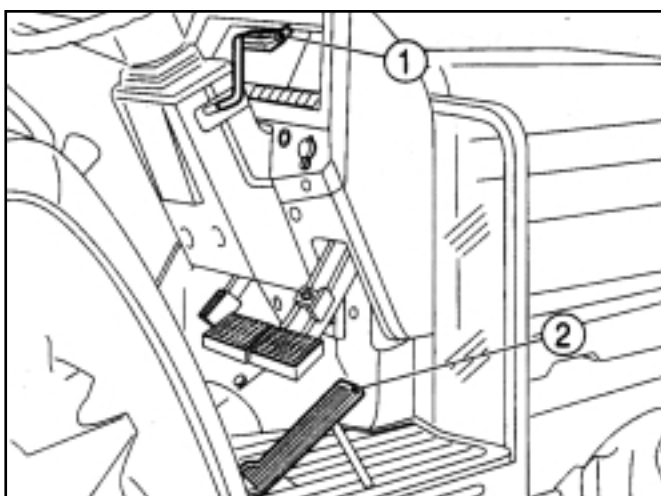

FIG. 23 / ABB. 23 / FIG. 23
Le levier (1) sur le tableau (Fig. 23) règle le régime du moteur et reste dans la position désirée par l'utilisateur. Le moteur tournera au ralenti quand le levier est poussé vers l'avant. Le régime montera en tirant progressivement le levier vers l'arrière.
Der Handgashebel (1) in Abb. 23 dient zur Regelung der Motordrehzahl. Er bleibt jeweils in der Position, in die er geschoben wird. Wird er ganz nach vorn gedrückt, dreht der Motor im Leerlauf. Durch Ziehen nach hinten wird die Motordrehzahl erhöht.
Het handgas (1) in Fig. 23 regelt het toerental van de motor en blijft steeds in de door de bestuurder gekozen stand. Wanneer u de hendel naar voren zet, blijft de motor stationair draaien. Het toerental neemt toe wanneer u de hendel geleidelijk naar achteren trekt.
L'augmentation du régime moteur par la pédale (2) illustrée dans la Fig. 23 a la priorité sur l'augmentation à l'aide du levier. Lorsque la pédale est relâchée, le régime moteur retournera au régime choisi par le levier. Le levier doit être poussé vers l'avant quand la pédale est utilisée.
Das Gaspedal (2) in Abb. 23 hat bei der Drehzahl-erhöhung Vorrang vor dem Handgashebel. Nach der Freigabe des Gaspedals kehrt die Motordrehzahl zur Einstellung durch den Handgashebel zurück. Daher den Handgashebel bei Verwendung des Gaspedals in die Leerlaufposition schieben.
De gaspedaal (2) in Fig.23 sluit het gebruik van het handgas uit wanneer u het toerental verhoogt. Wanneer u de gaspedaal loslaat, keert het toerental terug naar de door het handgas geselecteerde snelheid. Schuif het handgas volledig naar voren wanneer u de gaspedaal gebruikt.